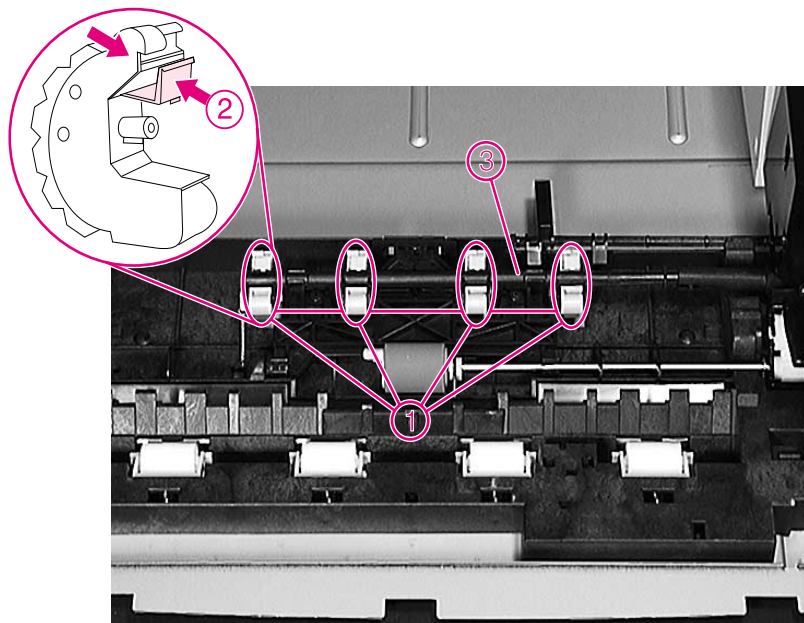

Figura 13 Sganciamento dei rulli di prelievo del vassoio opzionale da 500 fogli
- 1 Con una mano, ruotare la piastra del rullo di prelievo di 90 gradi (Figura 13, elemento 3).